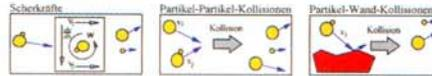

Bild 2: Kontrollierte Dispergierkräfte für die Analyse trocken vorliegender Pulver.
RODOS ist ein seit mehr als 15 Jahren und inzwischen tausendfach bewährtes und unerreichtes Trockendispergierrmodul für den HELOS-Laserbeugungssensor (3). Eine kontrollierte Kombination von Scherkräften, Partikel-Partikel- und Partikel-Wand-Kollisionen werden zur reproduzierbaren und leistungsfähigen Dispergierung trockener Pulver eingesetzt (Bild 2). Verschleißanforderungen